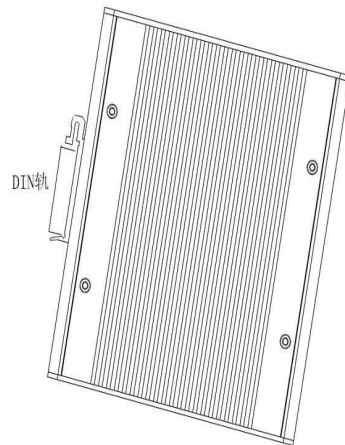

图 3-1 RugNet IES1020 安装方式图
大多数的工业应用采用 35mm 标准 DIN 卡轨式安装，其安装尺寸如图 3-1 所示。从包装箱中取出设备时，RugNet IES1020 后面板上应该已经固定好铝型材的 DIN 卡轨连接座。如果 RugNet IES1020 需要卡装在 DIN 轨上，则在安装之前应该检查 DIN 轨的安装情况。主要包括以下 2 项内容：
- 如图 3-1 中所示，将 DIN 轨卡入 DIN 卡轨连接座，确认 RugNet IES1020 设备可靠地安装到 DIN 轨上。